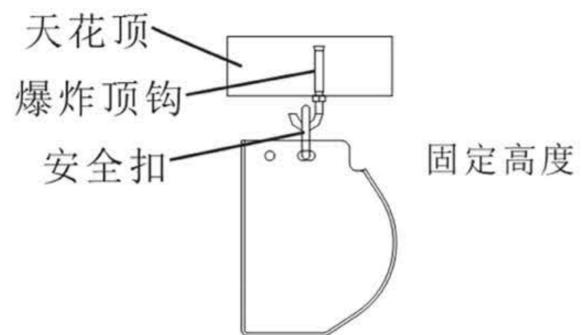

图8
- 2、使用安全扣将拉爆顶钩和银幕端盖连接起来完成吊挂如图8，也可根据天花顶的高度，采用链条或钢丝绳等连接拉爆顶钩与安全扣，调整投影幕的吊挂高度。(如图9-10)
- 3、在挂上银幕时，将银幕外壳稍微向上抬起，使银幕外壳靠近安装架顶部内侧边缘（如图6）>再将银幕外壳往后推至安装架背部内侧边缘，然后再将银幕外壳慢慢往下放（如图7-8），使左右安装架的上扣和下扣分别与银幕外壳背部的上槽和下槽位扣合，（如图8）.同时检查安装架与银幕外壳相对应的扣位是否扣好，听到扣响声。确认安装架的上扣完全插入银幕外壳的上槽，下扣完全插入银幕外壳的下槽，然后轻轻摇动银幕外壳检查，证明银幕已挂好，方可松开手。